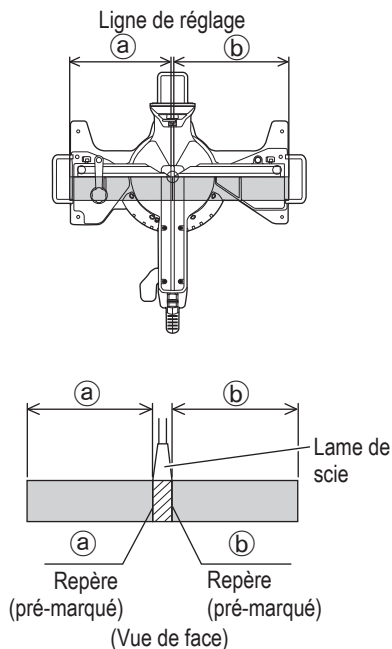

Fig. 33
- (1) Comme indiqué à la Fig. 33, la largeur de la lame est la largeur de coupe. En conséquence, glisser la pièce vers la droite (vue de la position de l'opérateur) pour obtenir la longueur (b), et sur la gauche pour obtenir la longueur (a).